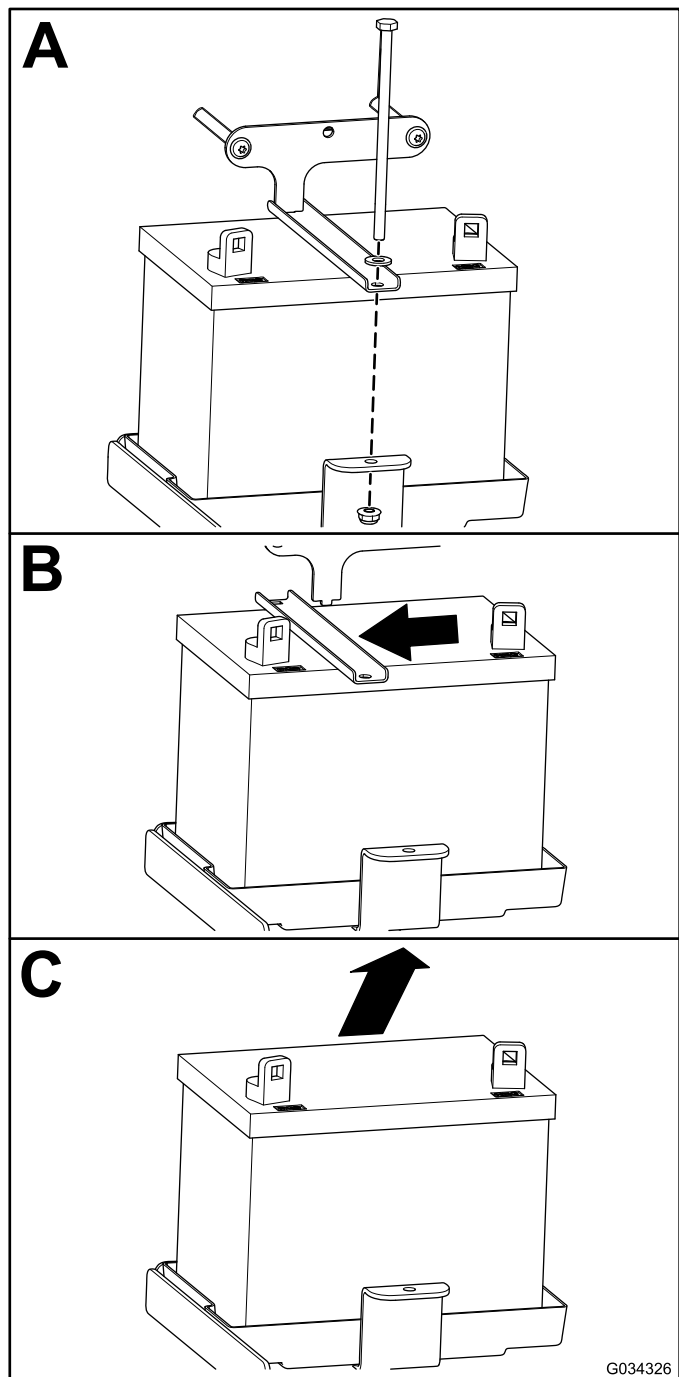

Figure 46
2. Déposez la batterie comme montré à la Figure 46.